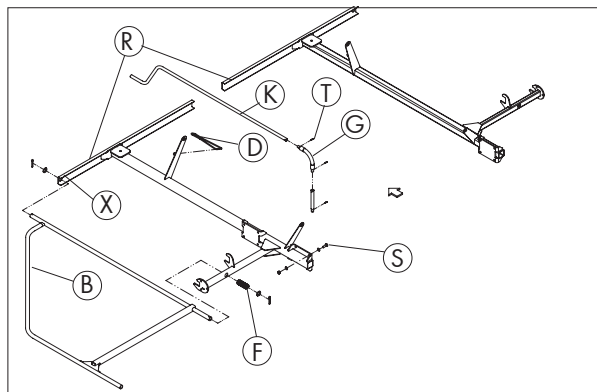

Bild 3-20
Den Rahmen (R) mit einem Kran an den Kreiselschwader heranführen und mit den Schrauben (S) am Antriebskopf verschrauben (Bild 3-20).